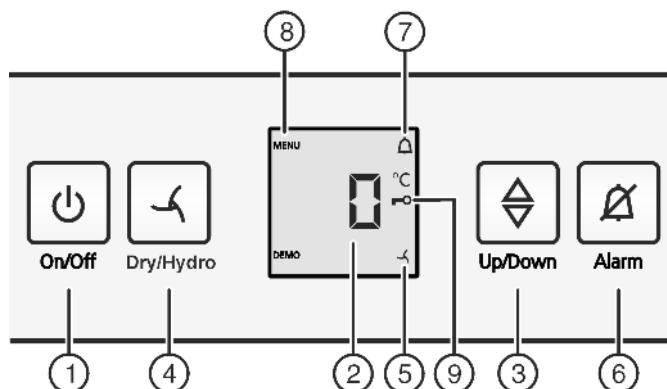

Fig. 2
- ▶ Stlačte tlačidlo On/Off Fig. 2 (1).
- ▶ Aktivujte režim nastavenia: Tlačidlo Dry/Hydro Fig. 2 (4) stlačte na cca 6 s.
- ▷ Symbol menu Fig. 2 (8) svieti.
- ▶ Tlačidlo Dry/Hydro Fig. 2 (4) stlačte krátko pre potvrdenie.
- ▶ Pre zapnutie detskej poistky stlačte krátko tlačidlo  Dry/Hydro Fig. 2 (4).
- ▷ Symbol detskej poistky Fig. 2 (9) svieti. Na indikátore blíká **c**.
- ▶ Pre vypnutie detskej poistky stlačte krátko tlačidlo Dry/Hydro Fig. 2 (4).
- ▷ Symbol detskej poistky Fig. 2 (9) zhasne. Na indikátore blíká **c**.
- ▶ Deaktivácia režimu nastavenia: Stlačte tlačidlo On/Off Fig. 2 (1).
- ▶ Stlačte tlačidlo Alarm Fig. 2 (6).